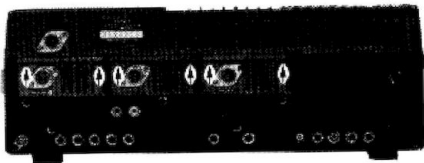

Figura 1
- 2) Rimuovere le due viti che fissano ciascun modulo di banda VHF o UHF e far scorrere i moduli fuori dal ricetrasmittitore (Figura 1).